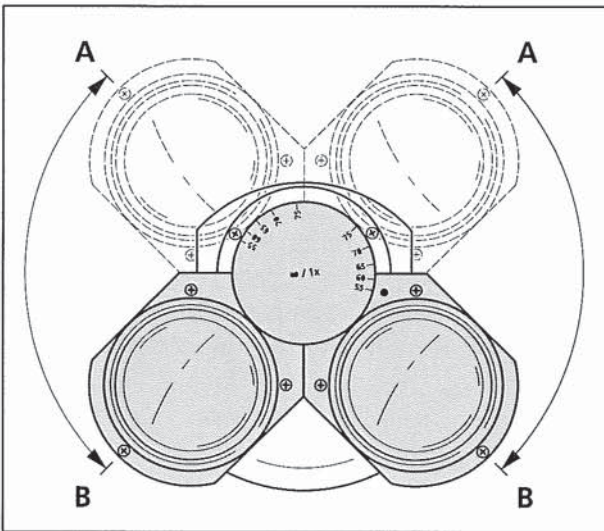

Bild 3-35 Einblickhöhe am binokularen Tubus einstellen
- Einblickhöhe durch Schwenken der Okularstützen nach oben (Bild 3-35/A) oder nach unten (Bild 3-35/B) den individuellen Bedürfnissen anpassen.